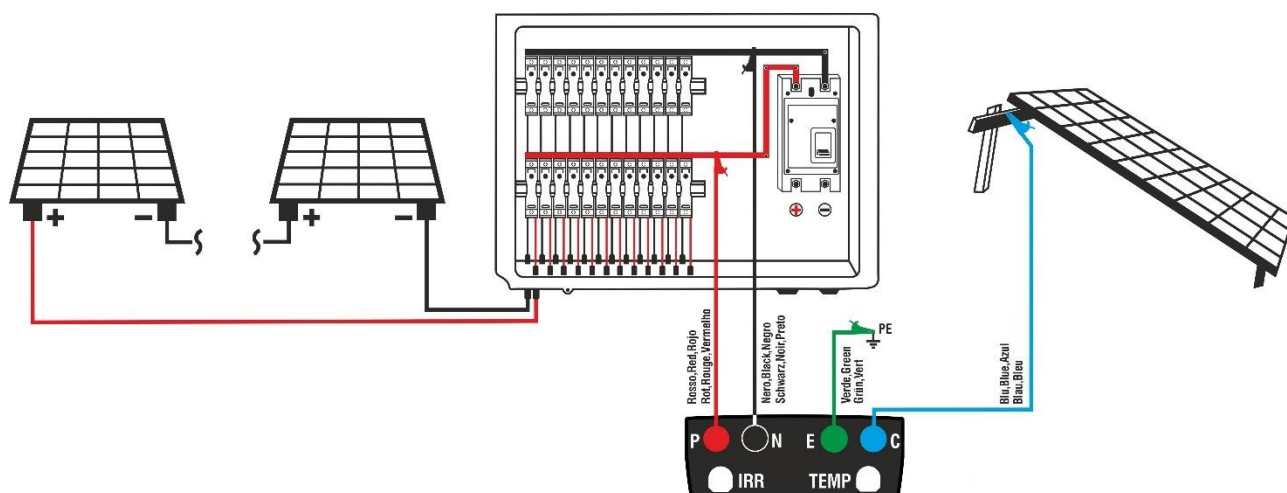

Fig. 16: Conexión para la prueba IVCK utilizando la función Iniciar&Guardar
7. Conecte el instrumento como se muestra en la Fig. 16. En particular, conecte el polo Negativo de la barra a la entrada **N** mediante una conexión fija con un terminal de cocodrilo, el polo Positivo de la barra a la entrada **P** mediante una conexión fija con un terminal de cocodrilo, el nodo de tierra principal del sistema (para pruebas MΩ y RPE) a la entrada **E** y, si es necesario, la entrada **C** a las masas metálicas (para pruebas RPE)